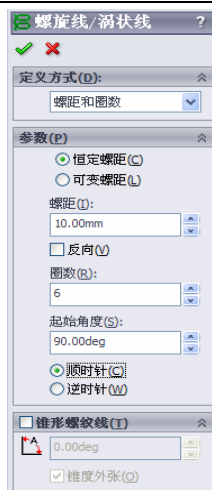

图 4-65 “螺旋线/涡状线”属性管理器
- ❶ 设置基准面。在左侧的“FeatureManager 设计树”中用鼠标选择“前视基准面”作为绘制图形的基准面。
- ❷ 绘制草图。选择菜单栏中的“工具”→“草图绘制实体”→“圆”命令，以原点为圆心绘制一个直径为 60 的圆。
- ❸ 绘制螺旋线。选择菜单栏中的“插入”→“曲线”→“螺旋线/涡状线”命令，或者单击“曲线”工具栏上的“螺旋线和涡状线”图标，此时系统弹出如图 4-65 所示的“螺旋线/涡状线”属性管理器。按照图示进行设置后，单击属性管理器中的“确定”图标按钮.